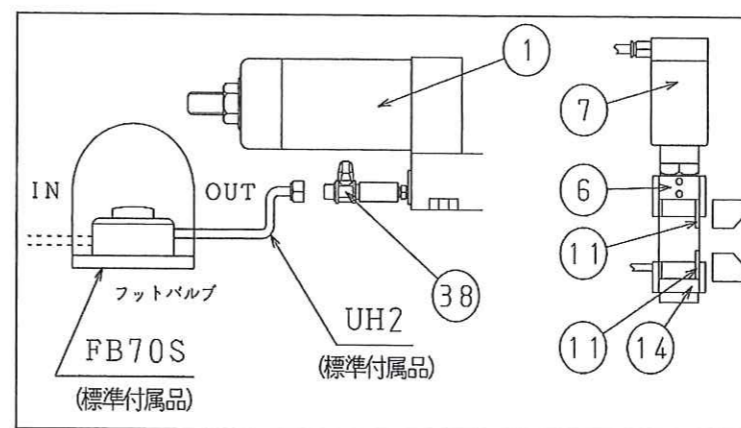

図15
③のストップバルブにフットバルブのOUTからホースを接続、フットバルブのINにコンプレッサーからのエアホースを接続し、エアを送り線材を替刃①の間に入れフットバルブを踏むことにより替刃台がスライドし、脱皮作業が終わる(図15)。